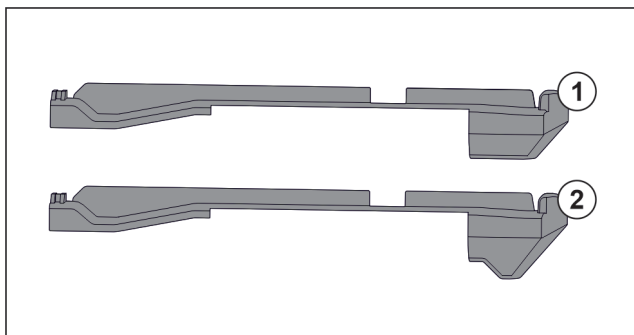

Fig. 59 Порівняння вставних частин
У пристрої є дві різні вставні частини. Вставна частина над самим нижнім висувним ящиком Fig. 59 (2) має трикутний край. Всі інші вставні частини Fig. 59 (1) мають прямий край.
- ▶ Розмістити вставну частину Fig. 59 (2) з трикутним краєм над самим нижнім висувним ящиком.
- ▶ Розмістити вставну частину Fig. 59 (1) з прямим краєм у всіх інших місцях.